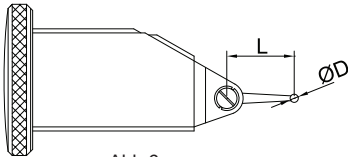

Abb.6
3. Jeder Messuhrtyp hat eine bestimmte Länge der Tastereinsätze (L, Abb. 6). Wenn die Länge nicht stimmt, kommt es zu Messfehlern. Bitte beachten Sie die folgende Tabelle, um die richtigen Tastereinsätze auszuwählen.